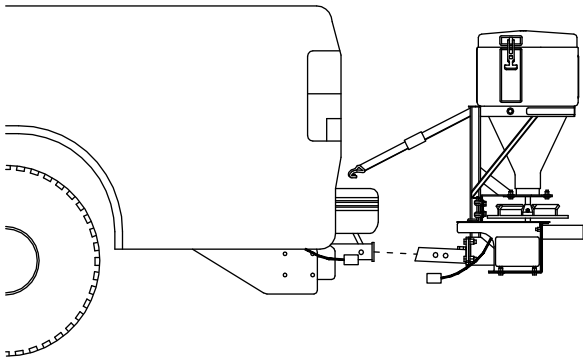

Figure 10
1. Insérez l'attelage de l'épandeur dans le dispositif d'attelage du véhicule et alignez le second trou de l'attelage de l'épandeur sur le trou du dispositif d'attelage du véhicule (Figure 10).